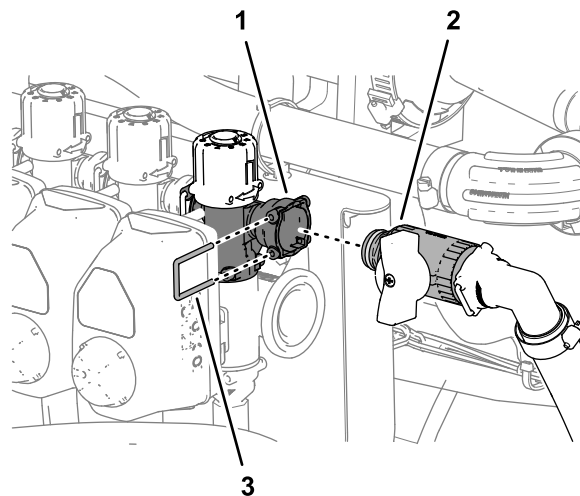

Figura 113
1. Conecte el acoplamiento rápido de la válvula de cierre-desvío al acoplamiento rápido (conector hembra) de la válvula de desvío (Figura 113).
2. Sujete los acoplamientos rápidos de la válvula de cierre del desvío y la válvula de desvío con la horquilla de retención (Figura 113) que retiró en el paso 3 de Posicionamiento de las válvulas de desvío – Máquinas sin el kit opcional de lanza de mano o kit opcional de carrete de manguera eléctrico (página 34).